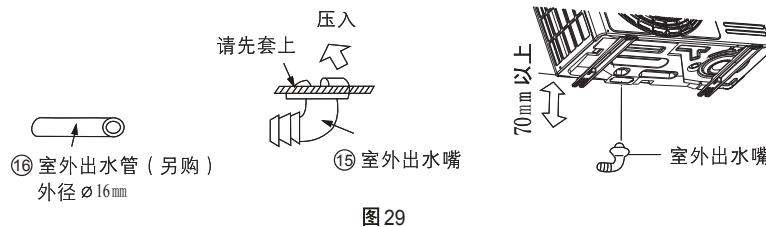

图 29
- 2 欲利用出水孔将冷凝水导出时,请将机体在安装后沿换热器均匀地注入适量的水,观察底盘上三个出水孔的出水量。然后依图29所示将附件⑯室外出水管(另购)套上附件⑮室外出水嘴,使之朝向最合适的位置。